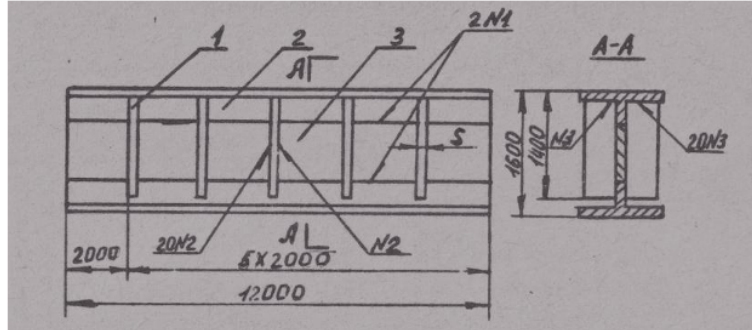

Рисунок 7 – Эскиз подкрановой балки
7. Производство крупносерийное, годовой объем выпуска 800 шт. при двухсменной работе участка (Приложение 1, рисунок 7)